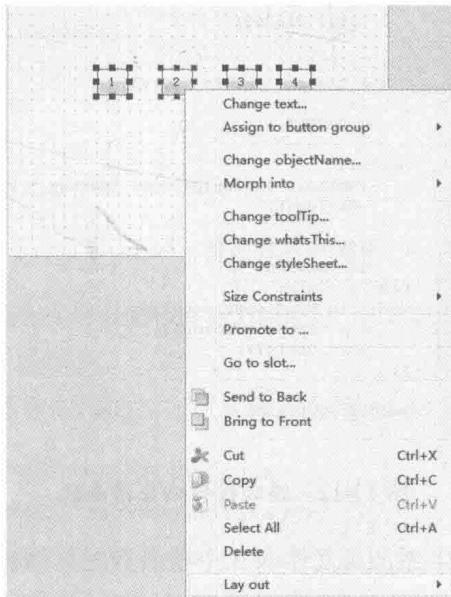

图 13-9 按钮布局
(4) 选中刚才添加的 4 个 button，对它们使用水平布局管理器进行管理，如图 13-9 所示。